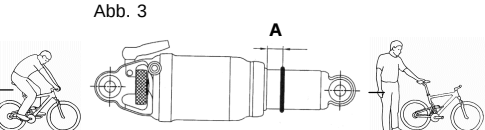

Abb. 3
Schritt 4: Steigen Sie vom Fahrrad ab und messen Sie den Abstand des Negativfederweges A (Abb. 3):